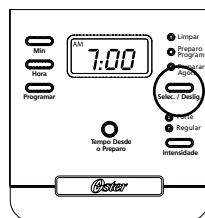

figura 7
2. Para saborear uma xícara de café mais forte, pressione o botão de intensidade do café “Intensidade” um vez. A luz indicadora de “Forte” irá acender. A cafeteira irá manter a seleção de intensidade que foi selecionada até que a mesma seja mudada de volta para “Regular” ao pressionar o botão “Intensidade” ou até que a cafeteira seja desligada da tomada (Figura 7).